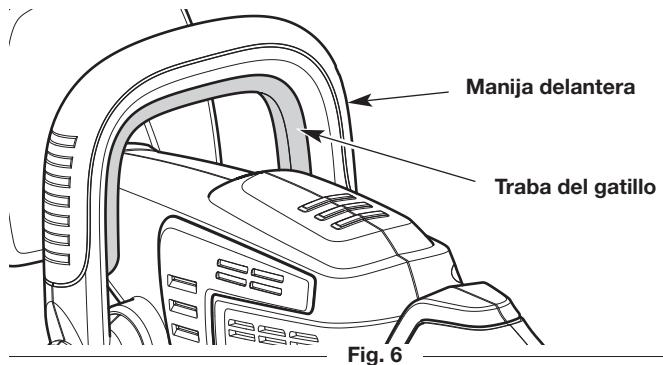

Fig. 6
2. Apriete el bloqueo del disparador hacia la manija delantera y sosténgalo en su lugar (Fig. 6).
1. Suelte el disparador y/o bloqueo del disparador (Fig. 6 & 7).